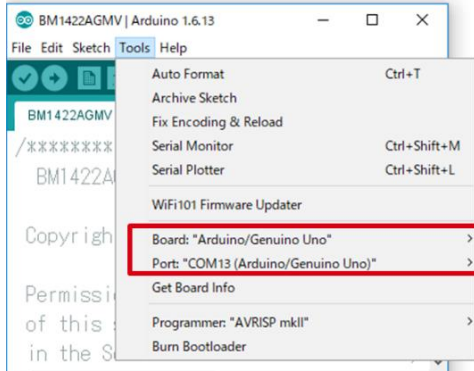

Figure 3. COMポート設定
1. メニューの[ツール]のボード部分を"Arduino/Genuino Uno", シリアルポート部分を"COMxx(Arduino/Genuino Uno)"に変更(Figure 3)。COM Portの番号は環境によって異なります。